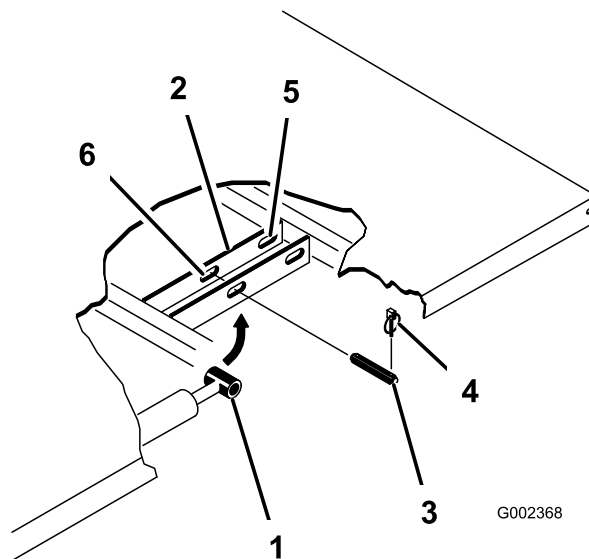

Figura 23
- Retire os pinos de sujeição das extremidades exteriores dos pinos de forquilha da haste do cilindro (Figura 23).
- Retire os passadores de forquilha que prendem as extremidades da haste do cilindro nas placas de montagem da plataforma, empurrando os passadores para dentro (Figura 23).
- Retire os pinos de sujeição e os passadores de forquilha que prendem os apoios articulados nos canais da estrutura (Figura 23).